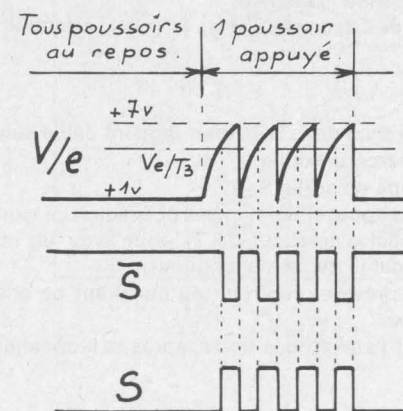

Fig. VI-22. — Signaux du codeur TFF8.
Cette tension est prélevée, à haute impédance par  $T_2$ , monté en collecteur commun, puis appliquée à un écrêteur  $T_3$ , dont l'émetteur est à un potentiel variable, de manière à sortir un signal rectangulaire de rapport cyclique égal à 1. (Voir fig. VI-22.)
- Si m de la platine HF est connecté à  $\bar{S}$ , la HF est rayonnée au repos car  $\bar{S}$  est au niveau haut. (Voir fig. VI-22.)